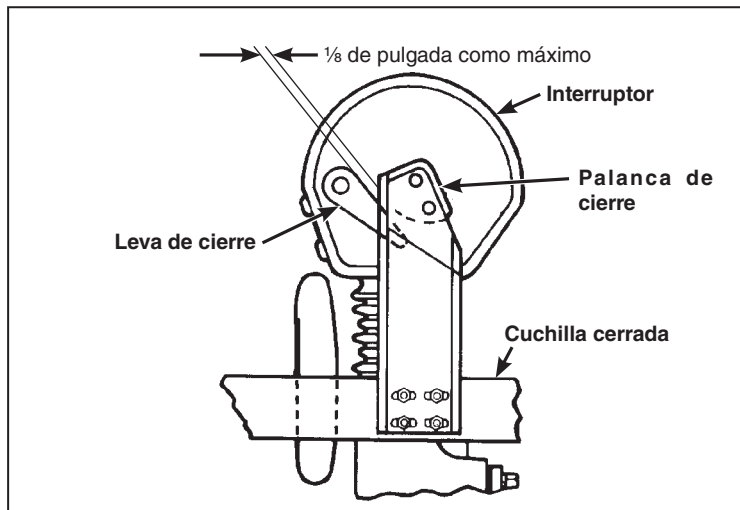

Figura 43. El ensamble de las cuchillas en posición totalmente Cerrada.
- (c) Cuando la cuchilla está en la posición de **Cierre total**, cada leva de cierre de la cuchilla debe traslapar su respectiva palanca de cierre del interruptor para evitar la apertura inadvertida del interruptor. El espacio libre entre la leva de cierre de la cuchilla y su respectiva palanca de cierre del interruptor debe estar dentro del límite mostrado. Ver Figura 43.